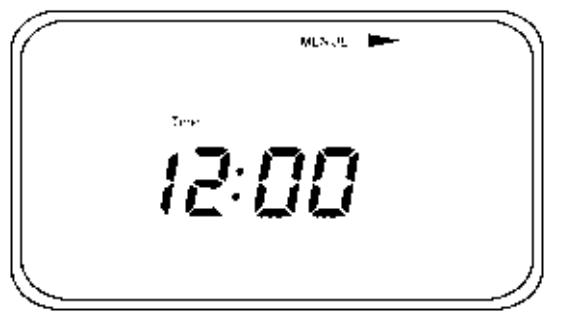

Fig. 134 Menu Impostazioni (pagina 2)
- Premere il tasto "MENU" (Fig. 129,3) per più di 3 secondi: appare il menu Impostazioni (Fig. 134).